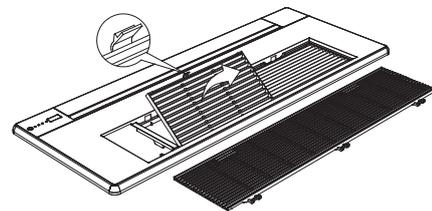

Figura 3.14
2. Abra e feche o prendedor mostrado no diagrama para remover o filtro (figura 3.14);